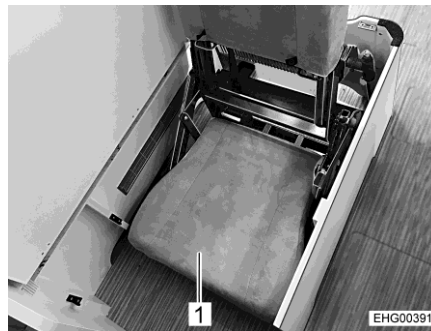

Fig. 24 Assise du siège, abaissée
- Saisir l'assise du siège (Fig. 24,1) par l'avant et l'arrière et la faire pivoter d'un coup vers l'avant et le haut.